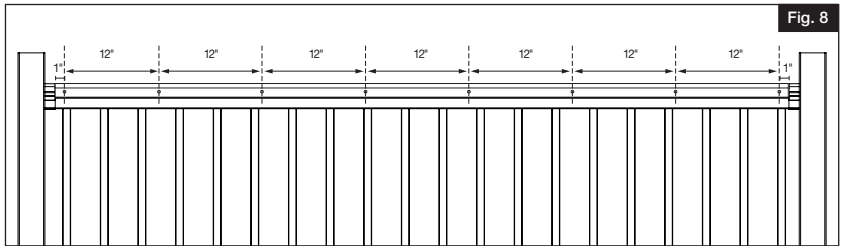

Fig. 8
- c. Add screws on both sides of the adapter securing adapter to rail every 12" along the length of the rail. Pre-drill using  $\frac{1}{8}$ " bit for best results (Fig. 8).
- c. Ajouter des vis des deux côtés de l'adaptateur fixant l'adaptateur à la rampe tous les 12 po sur la longueur de de la rampe. Percer à l'aide d'un foret de 1/8" pour de meilleurs résultats (Fig. 8).
- c. Añadir tornillos en ambos lados del adaptador para fijar el adaptador al travesaño cada 12" (30,48) a todo lo largo del travesaño. Perforar con una broca de  $\frac{1}{8}$ " para obtener un mejor resultado (Fig. 8)